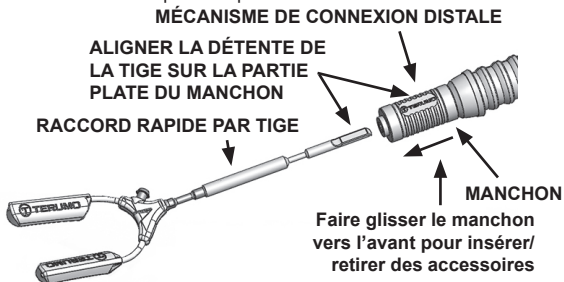

Figure 4 – Fixation du dispositif accessoire sur le bras stabilisateur universel Hercules™ 3 (référence de produit T401161)
- a. Pour le raccordement d'un RACCORD RAPIDE PAR TIGE standard Terumo, faire glisser le manchon du bras stabilisateur universel Hercules vers l'avant et insérer la tige de l'accessoire dans le raccord rapide, tout en orientant le cran d'arrêt de la tige (de l'accessoire) vers la zone plane comportant un logo sur le manchon du bras stabilisateur universel Hercules (voir Figure 4). Faire revenir le manchon dans sa position initiale pour verrouiller le dispositif accessoire dans le raccord rapide. Vérifier que le dispositif est bien connecté.